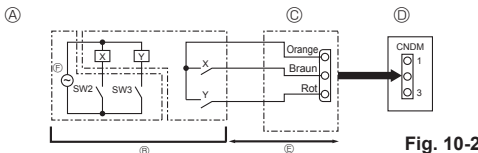

Fig. 10-2
10.2. Función de demanda (modificación in situ) (Fig. 10-2)